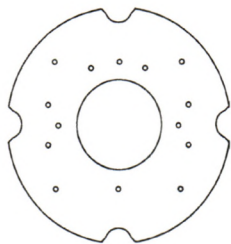

图2 定位盘正视图
(1) 定位盘 图2所示为定位盘正视图，在该定位盘上均匀分布四个凹槽，通过凹槽与挡块的分离和配合，有效实现了夹具的翻转和固定。